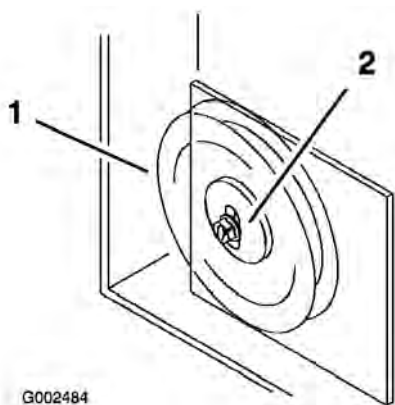

Figure 56
11. Si la plaque de la poulie de tension touche le bout de la fente de réglage et qu'il faut encore tendre la courroie, une légère modification de la poulie de tension fixe droite peut offrir un réglage de tension supplémentaire (Figure 56).